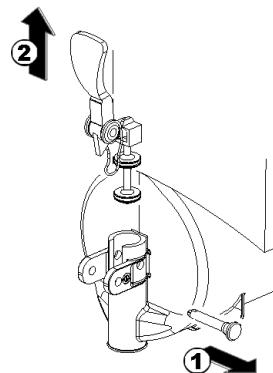

Bild 11
5 Den Ablaßhahn in der gezeigten Reihenfolge zerlegen (Bild 11).
- 3** Den Hahn auf dem Behälter wieder zusammensetzen. Dabei die zur Demontage durchgeföhrten Schritte in umgekehrter Reihenfolge ausführen (Bild 11).